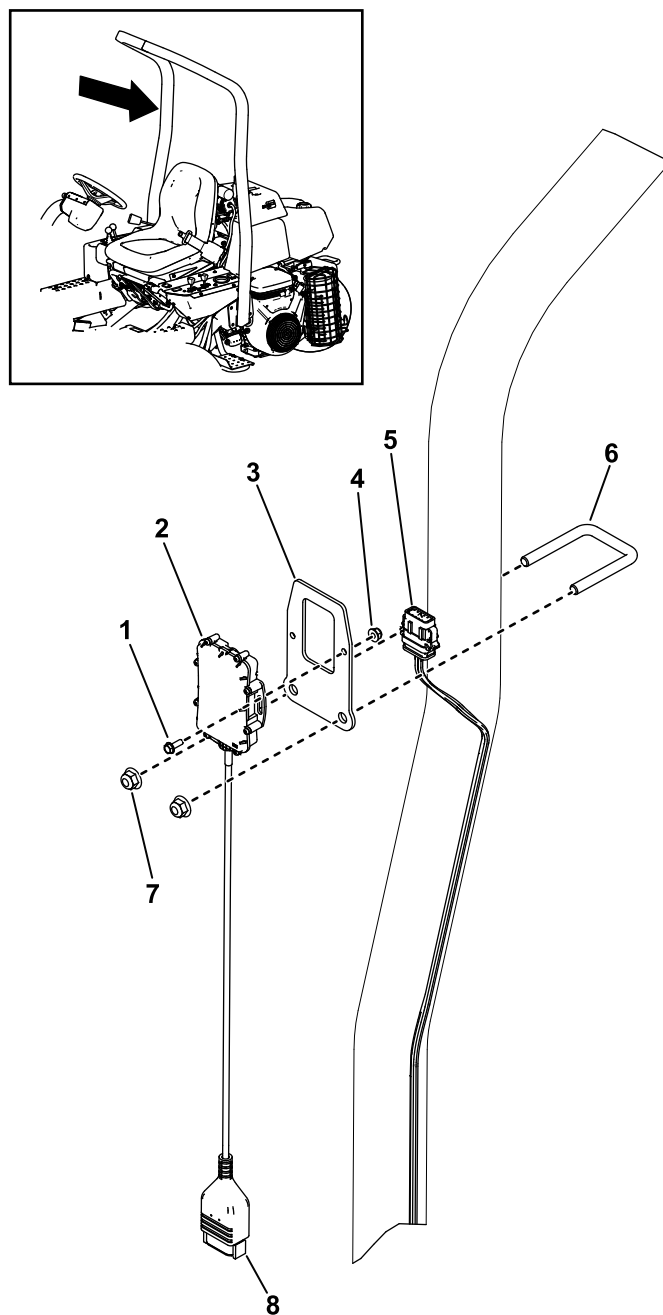

Figura 5
1. Utilice 2 pernos (n.º 10) y 2 tuercas (n.º 10) para sujetar el dispositivo telemático al soporte del dispositivo (Figura 5).
2. Utilice un perno en U y 2 tuercas ( $\frac{3}{8}$ " para sujetar el soporte del dispositivo a la barra antivuelco (Figura 5).
3. Instale el conector del dispositivo al conector del arnés de cables de la telemática marcado P02 (Figura 5).